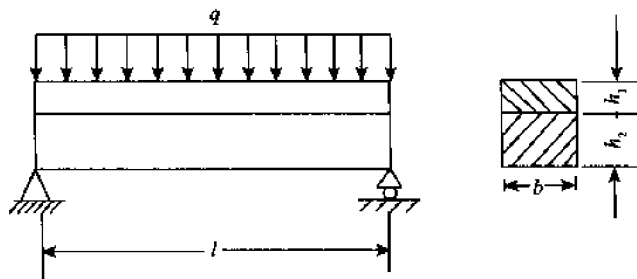

图 6-37
5. 如图 6-37 所示的简支梁, 上、下两层材料相同, 若两层间的摩擦力忽略不计, 当梁承受均匀载荷 q 时, 试求两层中最大正应力的比值。